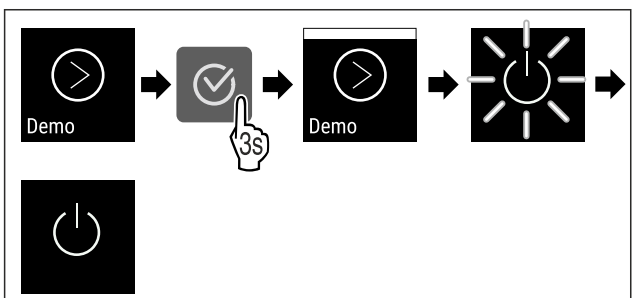

Fig. 99
- ▶ Végezze el a gyakorlati lépéseket (lásd Fig. 99) .